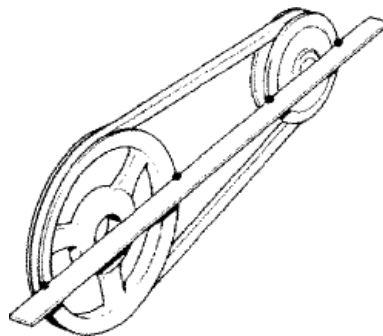

Рис.41. Регулировка шкивов
- Проверьте, чтобы после регулировки натяжения и затягивания гаек крепления, оба шкива находились на одной линии, во избежание износа ремня. Приложите ровную плоскость к шкивам, как показано на рис.41: плоскость должна быть параллельна ремню.